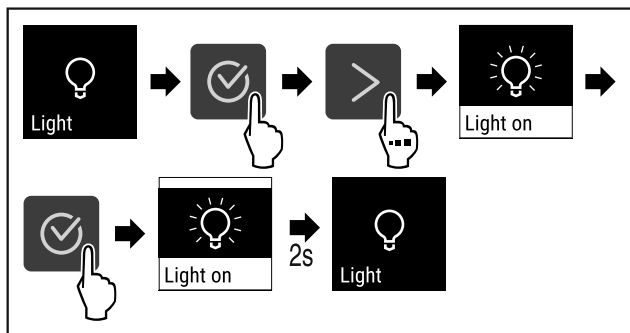

Fig. 69
- Suorita toimenpidevaiheet (katso Fig. 69).